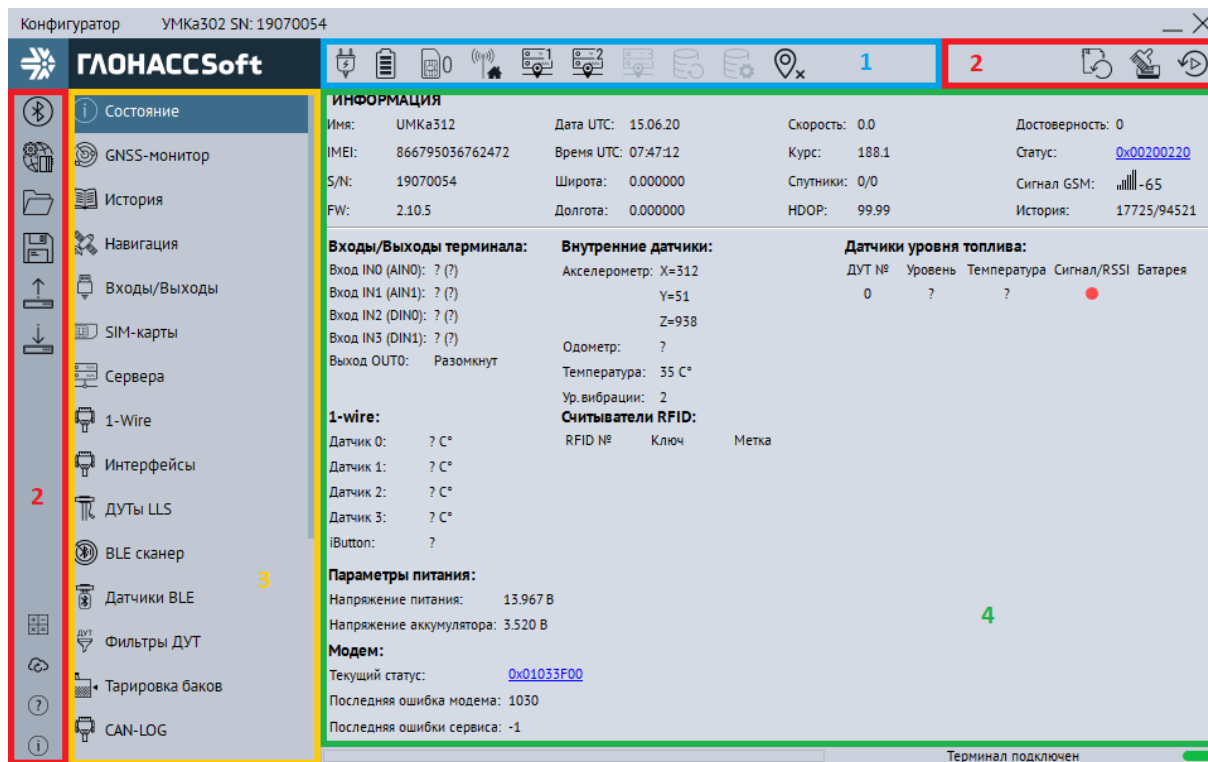

Рисунок 3.8 Стартовое окно «Состояние»
Для запуска приложения, перейдите в «Пуск» → «Все программы» → «Конфигуратор УМКаЗХХ». Откроется стартовое окно конфигуратора (Рисунок 3.8), которое условно можно разделить на четыре зоны: Панель статуса (1), панели инструментов (2), дерево настроек (3) и окно отображения информации (4).
Для просмотра и редактирования настроек терминала воспользуйтесь вкладками настроек (Рисунок 3.8). При нажатии на вкладку в окне отображения информации можно посмотреть соответствующие значения и настройки и отредактировать их.
На вкладке «Состояние» (Рисунок 3.8) отображается общая информация о терминале, состояние входов/выходов терминала, внутренних и внешних датчиков.